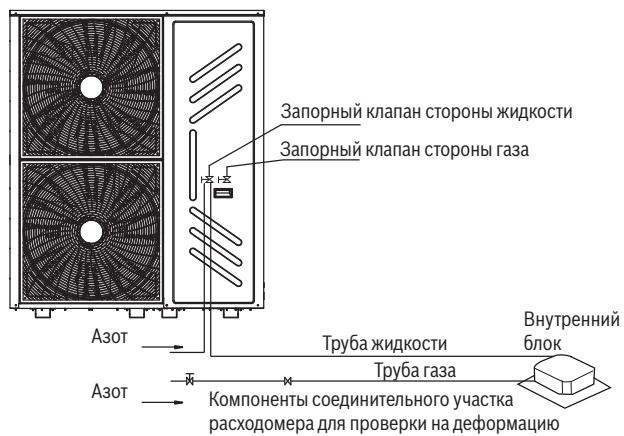

Рис. 5-8
- ЗАПРЕЩАЕТСЯ** прилагать давление непосредственно к запорному клапану. (см. Рис. 5-8)